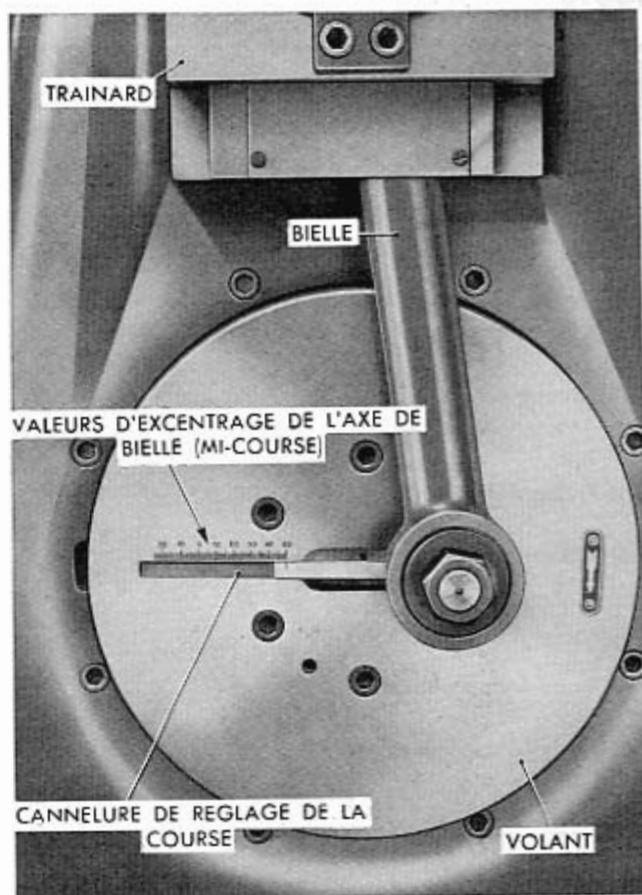

Fig. 264 - Détail de l'appareil A. 76003 pour essayer les amortisseurs.
b) Régler la course d'essai: 100 mm pour l'amortisseur avant, 80 mm pour celui arrière (fig. 264).